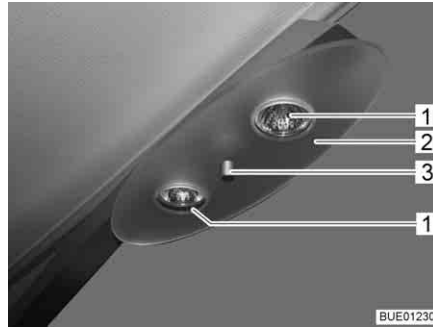

Fig. 239 Plafonnier halogène
- Dévisser l'écrou de fixation (Fig. 239,3) et retirer le plateau de couverture (Fig. 239,2).
- Retirer l'ampoule halogène (Fig. 239,1).